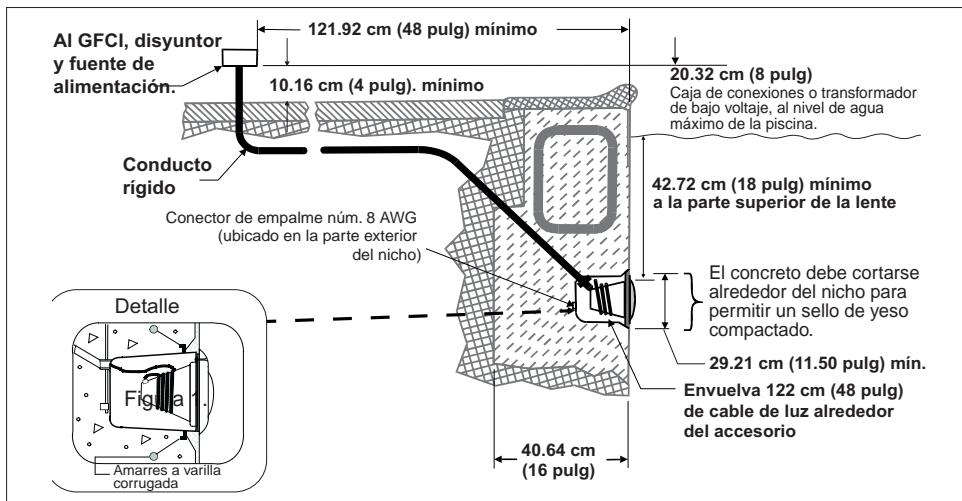
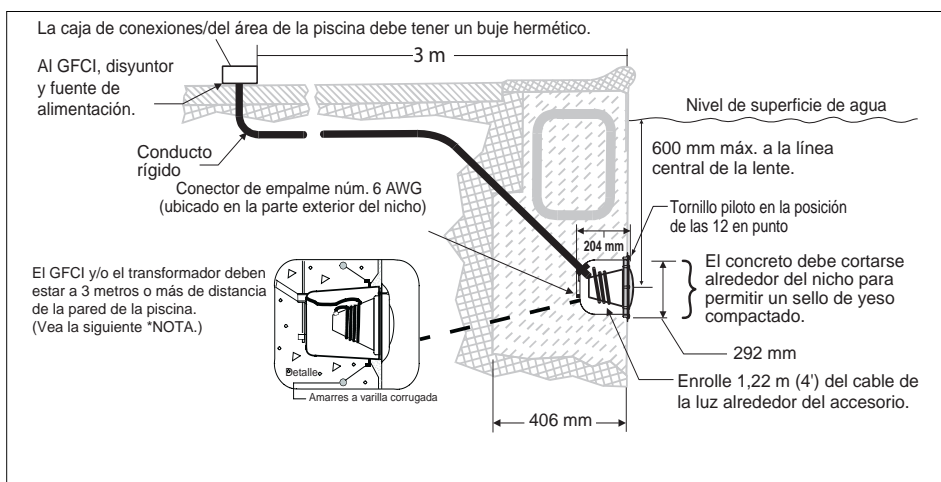

Figura 3, Estados Unidos
Figura 4, CANADÁ
- La caja de conexiones (o, para los modelos de 12 volts, el transformador de bajo voltaje) debe ubicarse por lo menos a 20.3 cm (8 pulgadas) sobre la línea de nivel máximo de agua y al menos 10.2 cm (4 pulgadas) por debajo del nivel del suelo o del área de la piscina, lo que proporcione la mayor elevación. La caja de conexiones no deberá estar a menos de 1.219 m (48 pulgadas) de distancia de la pared interior de la piscina, a menos que esté separada de ésta por un cerco sólido, una pared u otra barrera permanente. Vea la figura 3 de la página 9.
- Empalme la carcasa del accesorio de nicho a todos los demás elementos metálicos a menos de 1.53 m (5 pies) de distancia de la piscina, usando un cable de unión No. 8 AWG. La conexión de empalme se encuentra en la parte trasera del nicho, vea la figura 3 en la página 9.
- El nicho húmedo está instalado correctamente de modo que el borde de la lente de la luz subacuática queda al menos unas 45.7 cm (18 pulgadas) por debajo de la superficie del agua en la piscina; vea la figura 3 de la página 9.
- Si se usa un conducto no metálico, hay que instalar cable de empalme/conexión a tierra No. 8 AWG mediante el conducto de la caja de uniones, hasta la tuerca de empalme/conexión a tierra dentro del nicho. Selle la conexión del cable/tuerca con un sellador listado, como por ejemplo un sistema de revestimiento o encapsulamiento de epoxi de dos componentes listado en UL o su equivalente, para proteger la conexión de una posible corrosión del agua de la piscina. Vea la figura 3 de la página 9.
6. Deje al menos 1,22 m (4') de cable para enroscar alrededor del accesorio de luces. Vea la Figura 3 de la página 9. Estos 1,22 m (4') de cable enroscados alrededor de la luz permiten hacer el mantenimiento de las luces después de que la piscina está llena de agua.
8. Pele 1.27 cm (6") de la vaina externa del cable para dejar expuestos los tres conductores aislados (tenga cuidado de no dañar el aislamiento de los tres (3) conductores internos). Pele 1,27 cm (1/2") del aislamiento de los tres conductores. Procure no dañar el conductor de cobre.
ANTES DE COMENZAR: los pasos 1-7 que siguen (páginas 9 y 10) describen las tareas que debe realizar el electricista antes de instalar el accesorio de luces IntelliBrite. Vea el diagrama de la figura 3 en la página 9.
- La caja de conexiones (o, para los modelos de 12 volts, el transformador de bajo voltaje) debe ubicarse por lo menos a 20.3 cm (8 pulgadas) sobre la línea de nivel máximo de agua y al menos 4 pulgadas por debajo del nivel del suelo o del área de la piscina, lo que proporcione la mayor elevación. La caja de conexiones no deberá estar a menos de 1.219 m (48 pulgadas) de distancia de la pared interior de la piscina, a menos que esté separada de ésta por un cerco sólido, una pared u otra barrera permanente. Vea el requerimiento del código NEC 680.24. Vea la figura 3 de la página 9.
- Empalme la carcasa del accesorio de nicho a todos los demás elementos metálicos a menos de 1.524 m (5 pies) de distancia de la piscina, usando un cable de unión No. 8 AWG. La conexión de empalme se encuentra en la parte trasera del nicho, vea la figura 3 en la página 9.
- Hay que instalar correctamente el nicho de modo que el orificio del tornillo piloto esté en la posición de las 12 en punto y que la línea central de las lentes de la luz subacuática esté a una profundidad máxima de 600 mm por debajo de la superficie del agua en la piscina; vea la figura 4 de la página 9.
- Si se usa un conducto no metálico, hay que instalar cable de empalme/conexión a tierra No. 8 AWG mediante el conducto de la caja de uniones, hasta la tuerca de empalme/conexión a tierra dentro del nicho. Selle la conexión del cable/tuerca con un sellador listado, como por ejemplo un sistema de revestimiento o encapsulamiento de epoxi de dos componentes listado en UL o su equivalente, para proteger la conexión de una posible corrosión del agua de la piscina. Vea la figura 4 de la página 9.
1. Tienda el cable de luz a través del conducto hasta la caja de conexiones; deje al menos cuatro (4) pies de cable en el accesorio de luz para enrollarlos alrededor de la luz (esto permite reparar la luz una vez que se llene la piscina de agua). Vea la figura 3 (Estados Unidos) y la figura 4, (Canadá solamente) que se muestran a continuación.